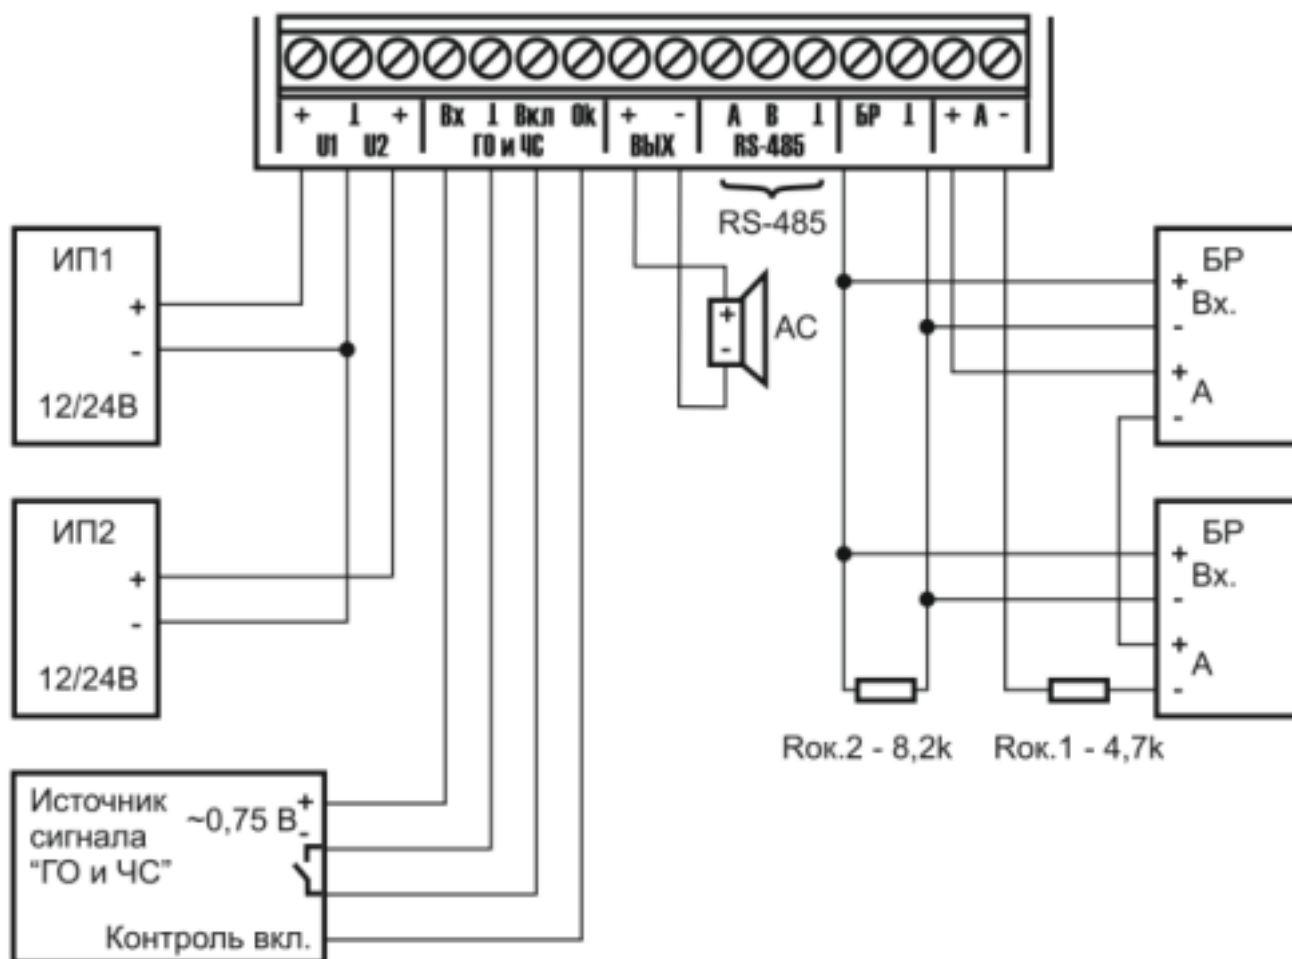

Рис. 2 Схема подключения
4.4.4 В случае использования блоков расширения подключить выход «БР» к входам «Вх.» данных блоков. В конце линии установить оконечный резистор 8,2 Ком. Далее соединить все входы «+ А -» блоков расширения последовательно через оконечный резистор 4,7 КОм и подключить их к выходу контроля блоков расширения, как показано на Рис. 2.
* под неисправностью понимается неисправность любого из блоков расширения, подключенных к цепи контроля (см. Рис. 2) или обрыв непосредственно самой цепи контроля блоков расширения.